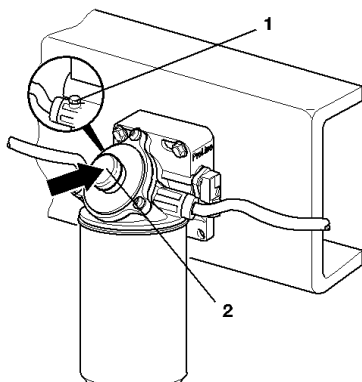

Рисунок 43 - Удаление воздуха:
7. Отвернуть резьбовую пробку вентиляционного отверстия 1 (рисунок 43).